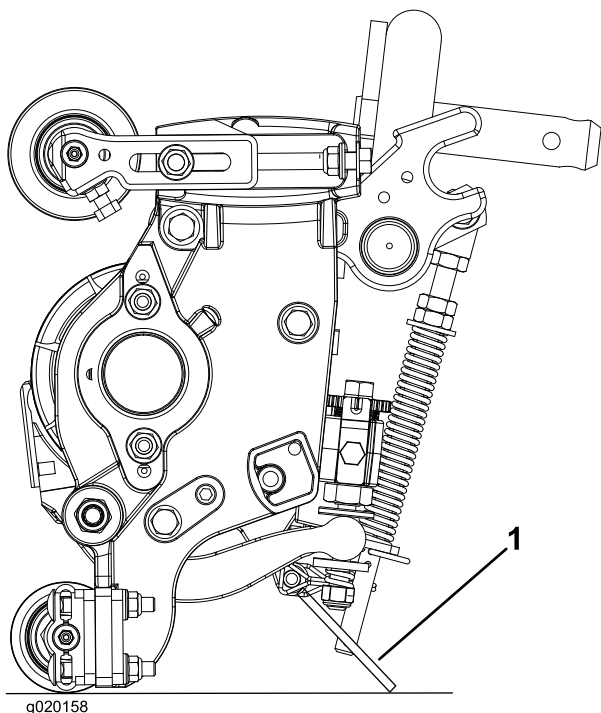

图12
**重要事项：** 确保底刀架调节螺丝后端的螺母不接触工作表面（图12）。